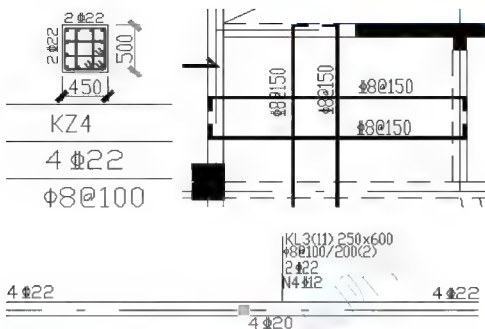

图 2.53 柱、梁、板配筋图
根据结构图纸的柱、梁、板配筋图（图 2.53），利用 Revit 软件简单绘制 1F（基础顶标高到 1F 底标高之间）结构柱 KZ3、结构梁 KL3、1F 结构板①~③和④~⑥轴线处的钢筋。